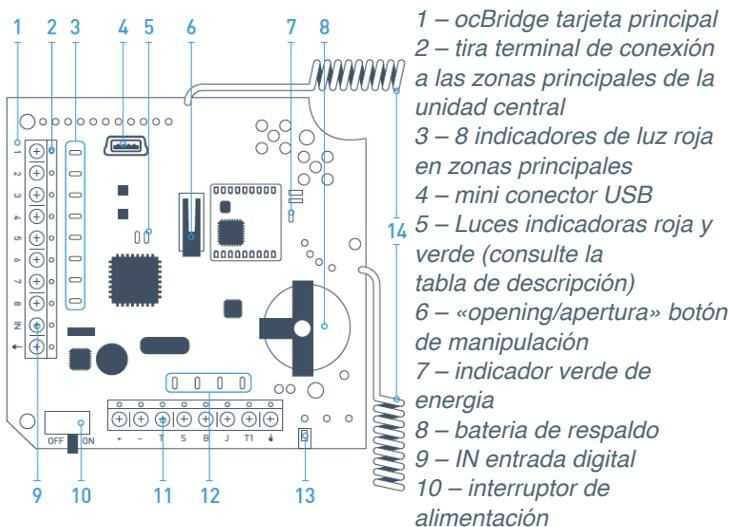

IMAGEN 1. ocBridge receptor inalámbrico de sensores
4.1. Conecte el ocBridge a la computadora con la ayuda de un cable USB (tipo A–miniUSB) a través del conector «4» (IMAGEN 1). Prenda el receptor con el interruptor «10» (IMAGEN 1).
Luz «5» (IMAGEN 1) Indicación descripción